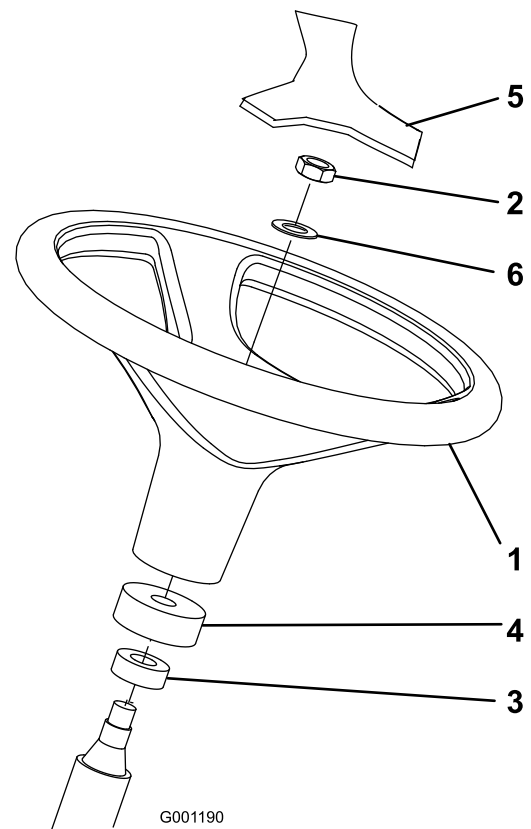

Figura 3
- Retire a porca de retenção e a anilha do eixo da direcção. Certifique-se de que o anel de esponja e a cobertura de resguardo estão montados na coluna de direcção (Figura 3).
- Encaixe o volante e a anilha na coluna de direcção (Figura 3).
- Monte a tampa no volante (Figura 3).